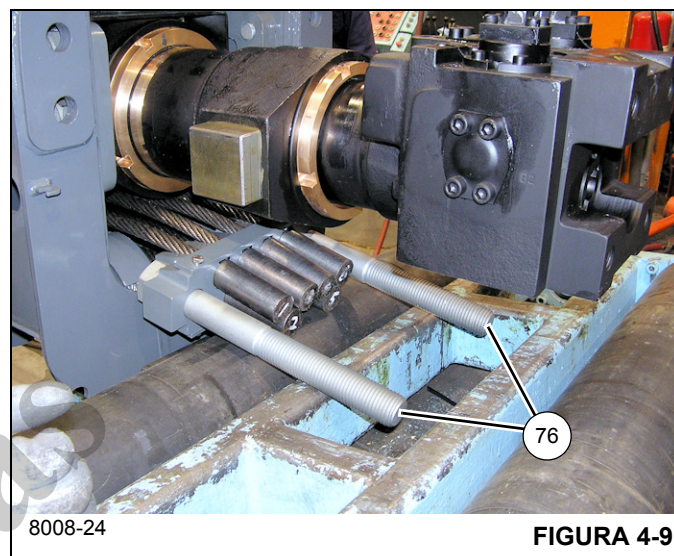

FIGURA 4-9
39. Remova os dois parafusos (76) da placa de fixação (73) (consulte Figura 4-9).